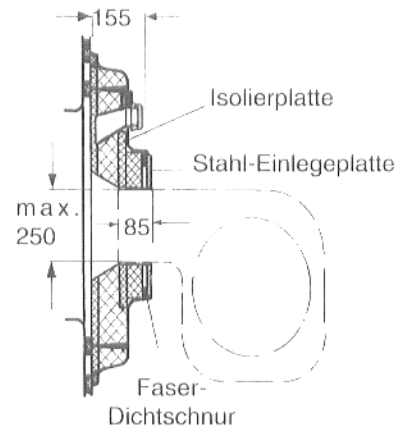

Abb. 28
- **Stahl-Einlegeplatte** (Abb. 28) auf der Baustelle entsprechend dem Brennerrohrdurchmesser bohren oder autogen ausbrennen.
Die Abdichtung zwischen Brennentür und Stahl-Einlegeplatte erfolgt durch eine einzulegende Faserdichtschnur 10 x 815 (Abb. 28).
- **Isolierplatte** (Abb. 28) entsprechend dem Brennerrohrdurchmesser ausschneiden.